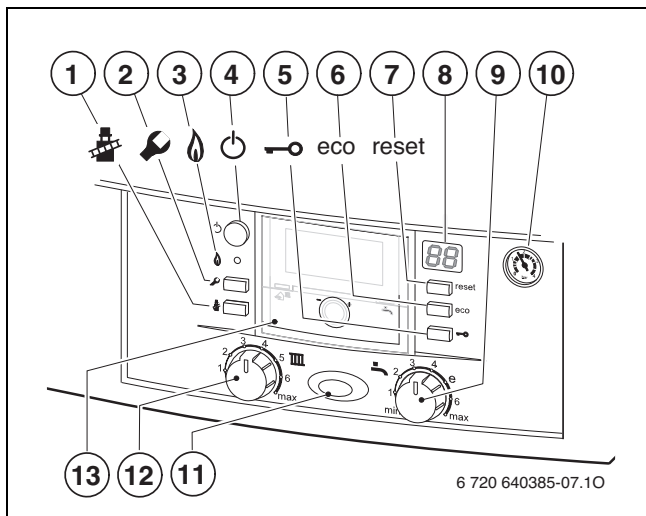

Fig. 7 Elementi di comando
- centralina climatica modulante (FW ...) con sonda di temperatura esterna, installata sul frontale della caldaia (opzionale), (→ Fig. 7, Pos. 13, Pag. 17).